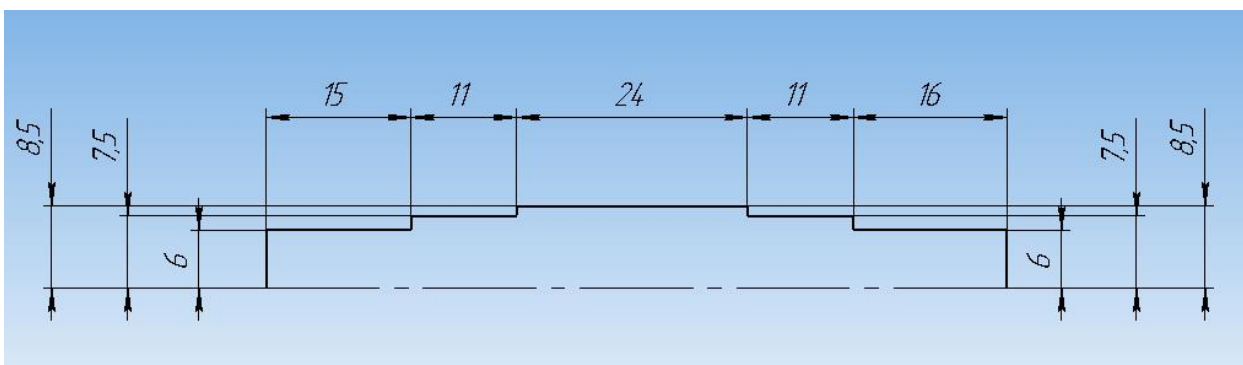

Рисунок 94.
2. На инструментальной панели «Геометрия» выберите «Непрерывный ввод объектов», (начните с начала координат) нарисуйте профиль контура $\frac{1}{2}$ вала. Выберите команду «Отрезок» и нарисуйте ось вращения, предварительно изменив стиль линии на «Осевая» на панели свойств. Чтобы проверить себя, нанесите размеры, определяющие эскиз (рисунок 94).